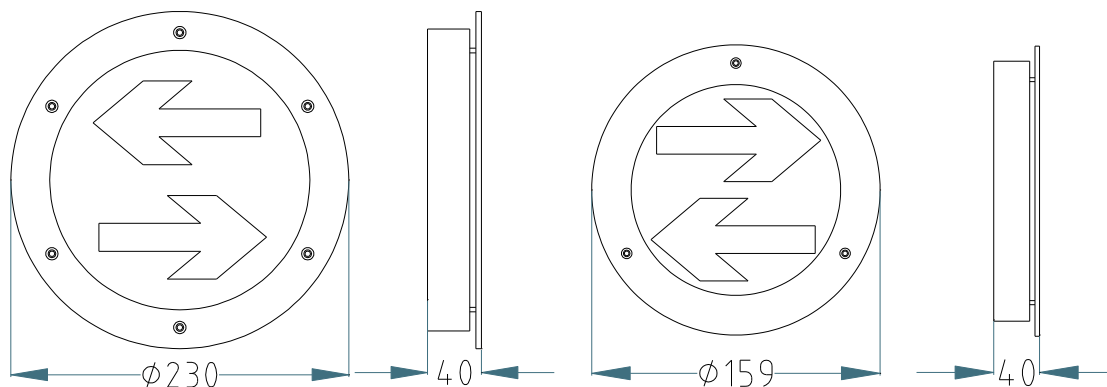

图 40
1. N55x 标志灯为玻璃面板，有直径为 230mm、180mm、159mm 三个尺寸。230mm 直径与 159mm 直径地埋灯外形示意图如图 40 所示，以双向为例。